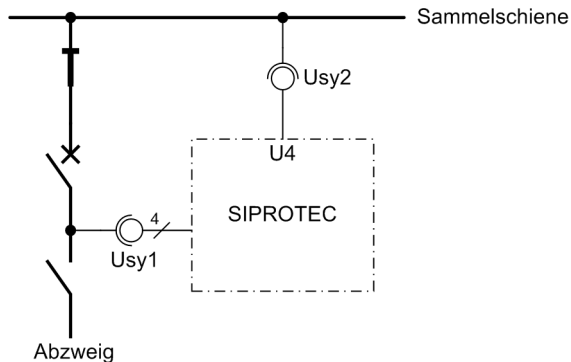

Bild 3-38 Messspannungen zur Synchronkontrolle — Beispiel
- Nun wird bei offenem Leitungstrenner der Leistungsschalter zugeschaltet (siehe Bild 3-38). Beide Spannungswandler erhalten so die gleiche Spannung.